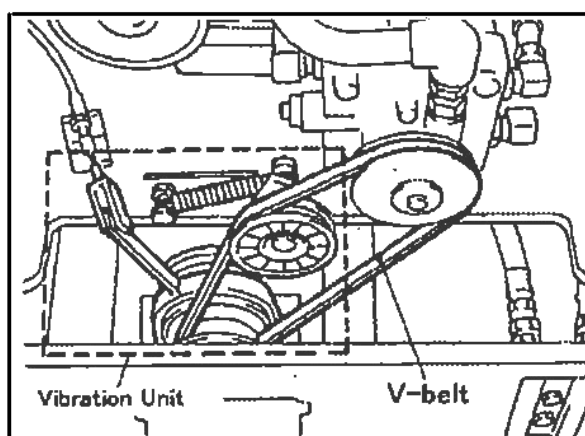

Рисунок 7
1. Механизм вибромuffты (Рисунок 7).